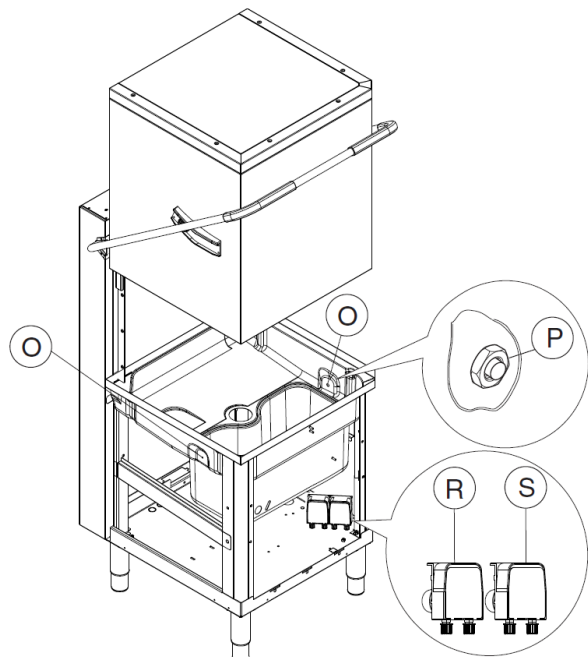

Рис. 20 – Точки подключения автоматических дозаторов
### 1. Посудомоечная машина с встроенным дозатором подачи жидкого моющего средства (рис. 20)
### 2. Посудомоечная машина с встроенным дозатором подачи ополаскивателя (рис. 20)
**Точка подключения автоматического дозатора жидкого моющего средства (рис. 20).**